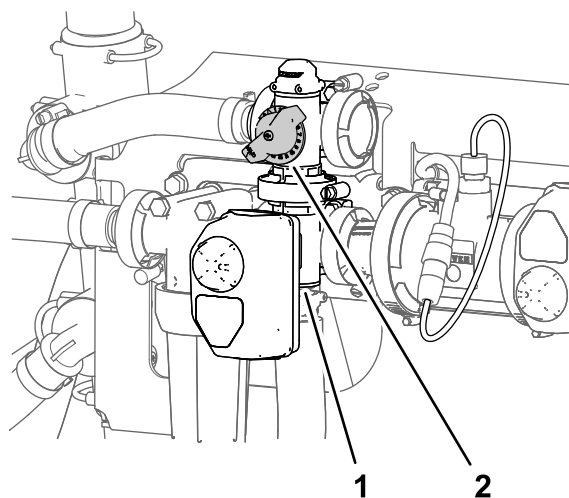

Figure 31
11. Réglez la vanne de dérivation d'agitation (Figure 31) à l'arrière de la vanne d'agitation jusqu'à ce que la pression indiquée sur le manomètre soit 6,89 bar (100 psi).